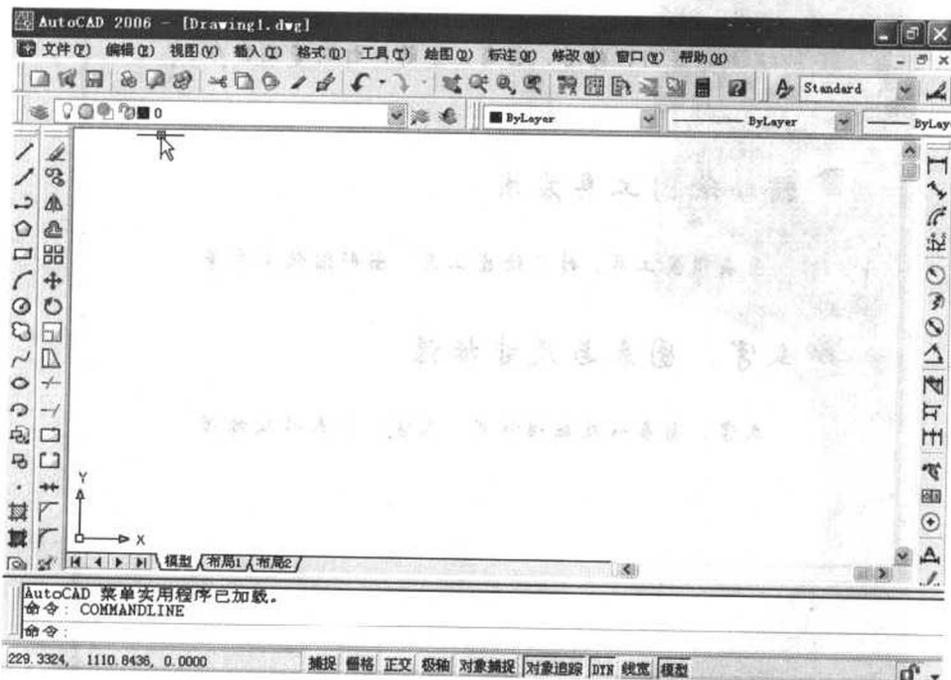

图 1-1 打开 AutoCAD2006 中文版
成功安装了 AutoCAD2006 中文版后，直接双击 AutoCAD2006 中文版的应用程序的图标，就可以打开一个后缀名为.dwg 新的 AutoCAD 文件，窗口如图 1-1 所示。
**说明：**按照 AutoCAD 本身提供的默认路径选择，在“C:\Documents and Settings\Administrator\Local Settings\Application Data\Autodesk\AutoCAD 2004\R16.2\chs\Template”下，如果选择【acadiso】，则是空白的模板，也是 AutoCAD 默认的模板。此外，AutoCAD2006 中文版提供了大量的带有标题栏的模板，可以根据自己的需要进行选择。以【acadiso】为例，双击对话框中的【acadiso】或者在“文件名”文本框内输入 acadiso，单击【打开】按钮，则出现图 1-1 所示的窗口。
在打开 AutoCAD 2006 中文版时，会出现图 1-1 所示的窗口。